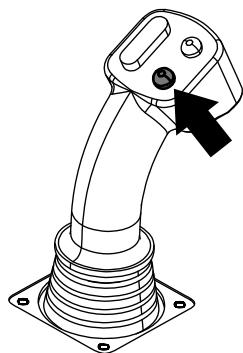
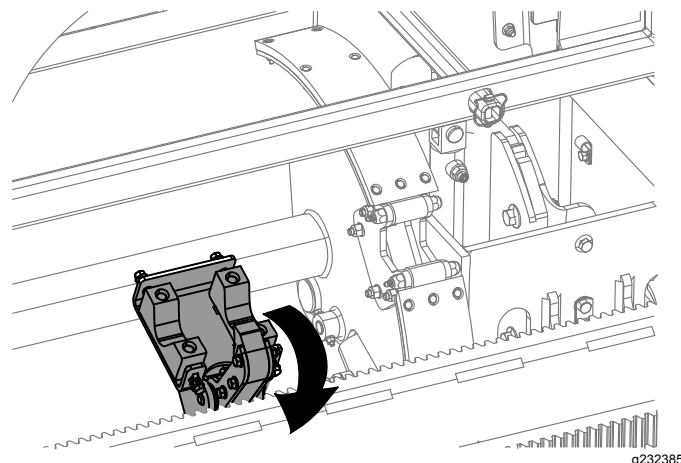

Figure 36
Figure 37
10. Maintenez le bouton inférieur enfoncé sur le levier de commande pour relâcher la tige (Figure 36 et Figure 37), puis relâchez le bouton.